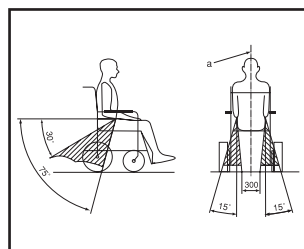

Figure 4
Côté équipé d'accoudoir (voir figure 4)
- Enfilez la ceinture abdominale au bas de la taille de l'utilisateur. L'angle entre la ceinture et le sol doit se situer entre 30° et 75° (un angle supérieur est souhaitable) (voir figure 4).